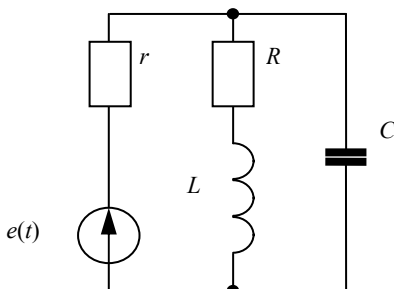

Рис. 1. Схема исследуемой цепи
1. Собрать цепь согласно схеме, приведённой на рис. 1. В качестве источника переменной ЭДС  $e(t)$  использовать звуковой генератор, работающий в режиме источника напряжения ( $r$  – его внутреннее сопротивление),  $L$  – катушка индуктивности,  $R$  – её омическое сопротивление,  $C$  – конденсатор.